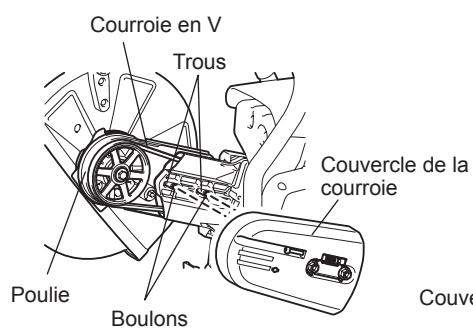

Fig. 6
- Remontez ensuite la courroie en V sur la poulie. (Fig. 6)